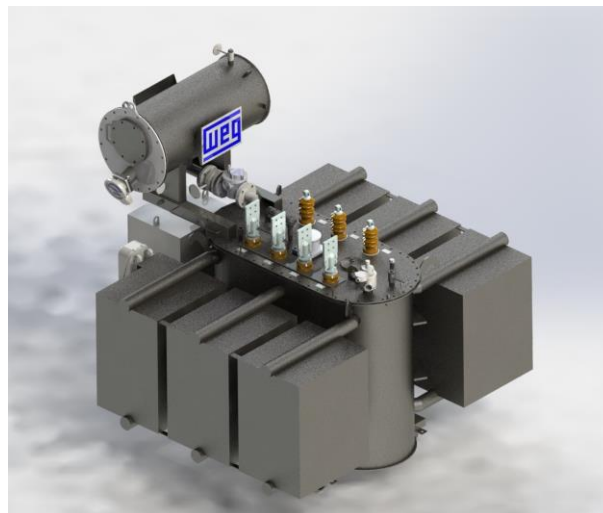

Figura 12 - Tanque com conservador de óleo
a) Transformador com conservador de óleo: os transformadores que tem o tanque totalmente cheio de óleo possuem o conservador de óleo para expansão do mesmo quando aquecido (**Figura 12**), o conservador é um acessório destinado a compensar as variações de volume de óleo decorrentes das variações da temperatura ambiente e da parte ativa do transformador quando em operação. Normalmente possuem forma cilíndrica, com o seu eixo disposto na horizontal e instalado a uma altura suficiente que possa assegurar o nível mínimo permissível para as partes isolantes, na condição de nível mínimo de óleo. Tem como vantagem melhor controle da pressão interna no tanque e possibilita a instalação do relé detector de gás do tipo Buchholz, detectando os gases combustíveis gerados por falha elétrica interna, permitindo o desligamento do transformador.